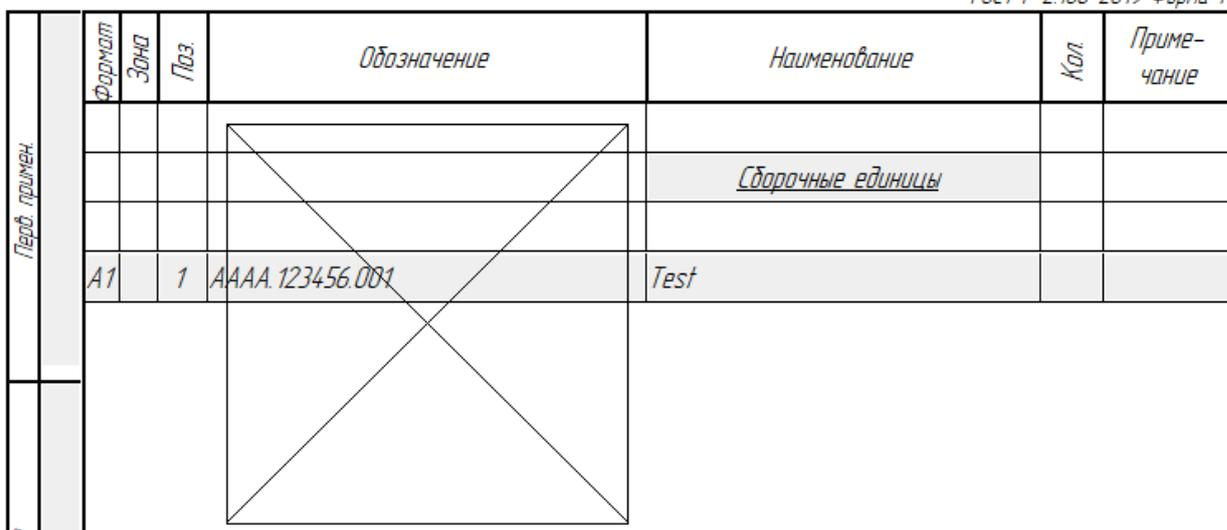

Рис. 49 — Пример прозрачности эскиза.
- «*Задать прозрачность эскиза*» - используется для включения/выключения режима прозрачности (Рис. 49), по умолчанию прозрачность отключена;